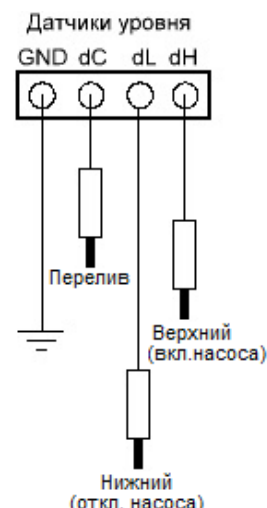

Рис.17
- электродные датчики уровня, вход dC – перелив (рис.17);